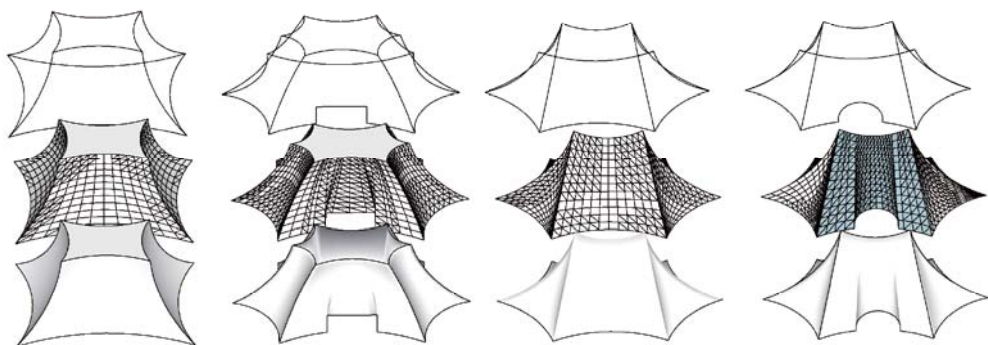

图 1.4.16 线框成形
(1) 图 1.4.16 最上面一组是创意中的线框，线框必须是封闭的。
(2) 图 1.4.16 中间的一组是取消自动柔化后暴露出的网格，可见部分生成了四边面，大多折叠成了三边面，可见这类插件有一定的智能识别判断能力，能够尽量优化模型。
(3) 图 1.4.16 最下面一排是自动柔化的结果，基本光滑柔顺。